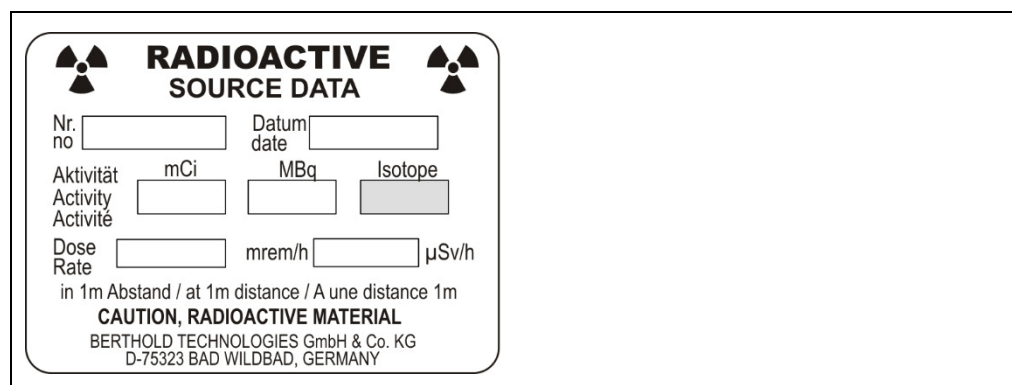
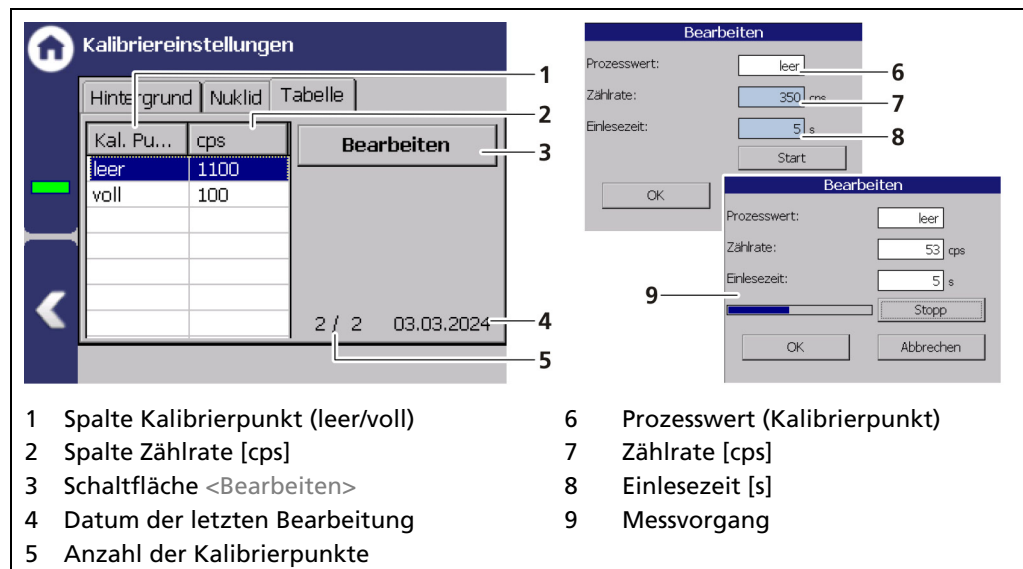

Abb. 66 Typenschild Strahler
Abb. 67 Kalibriereinstellungen Tabelle (2 Punkt Exp Kalibriermethode)
In der Registerkarte „Nuklid“ kann das verwendete Isotop ausgewählt werden. Die Halbwertszeit des Isotops wird im Anzeigefeld (Abb. 66, Pos. 1) angezeigt.
1. Klicken Sie auf den Auswahlpfeil (Abb. 66, Pos. 2).
2. Wählen Sie das verwendete Isotop aus. Cs-137 (Abb. 66, Pos. 3) oder Co-60 (Abb. 66, Pos. 4). Das Isotop des Strahlers steht auf dem Typenschild der Abschirmung (Abb. 67).
3. Bei der Auswahl „Benutzerdefiniertes Nuklid“ (Abb. 66, Pos. 5) kann die Halbwertszeit des Isotops eingegeben werden.